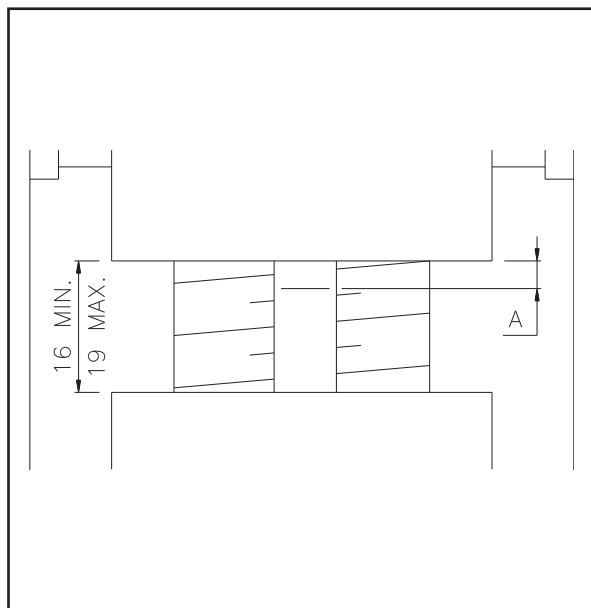

Fig.62 Abb.62
- check dimension in Fig.62: For optimal operating conditions ensure $A = 3 \text{ mm.}$
- Contrôler la cote A (Fig. 62): si $A=3$ mm, l'écrou est en parfait état.
- Die Maß auf Abb. 62 kontrollieren: wenn $A=3$ mm, man hat die besseren Arbeitsbedingungen.